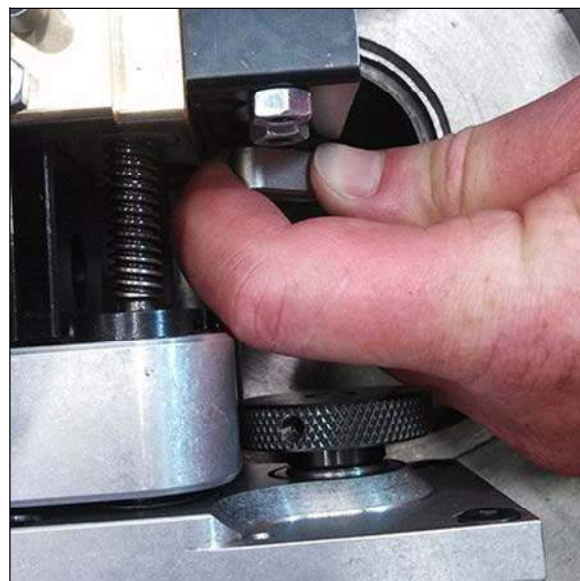

Рис. 3-27. СТОПОРНЫЙ ВИНТ ОСЕВОГО ЗАЖИМА (ПОКАЗАНА МОДЕЛЬ FF1200)
5. Вручную подтяните стопорный винт осевого зажима (см. рис. 3-27).
17. Подтяните контргайку (см. рис. 3-27) на утопленном установочном винте.